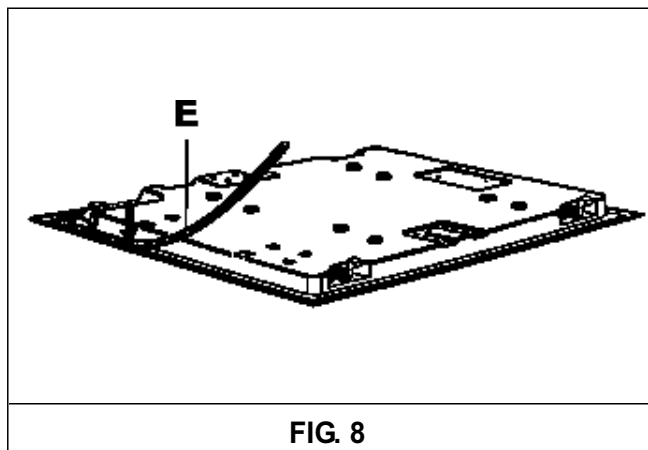

FIG. 8
- Vire a placa e retire as faixas da guarnição de seus suportes, certificando-se que a protecção transparente permaneça na própria guarnição. Posicione correctamente a guarnição "E" (fig. 8) embaixo da borda da placa, de forma que o lado externo da guarnição esteja perfeitamente alinhado com a borda perimetral externa da placa. As extremidades das faixas devem coincidir sem sobreporem-se.